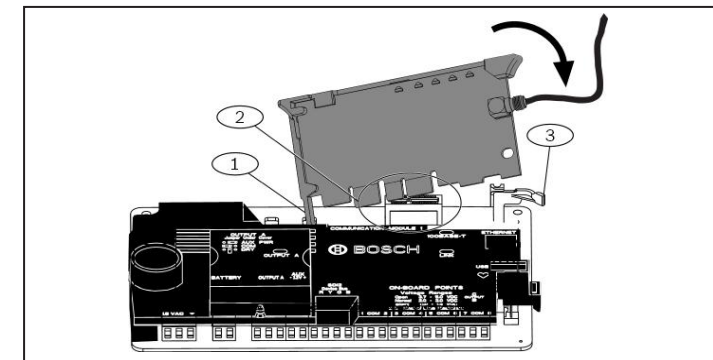

Figura 2.3: Instalar o módulo
1. Com o módulo de frente para o painel de controlo, tal como apresentado na *Figura 2.3*, insira a perna de suporte no orifício de suporte marcado com um X.